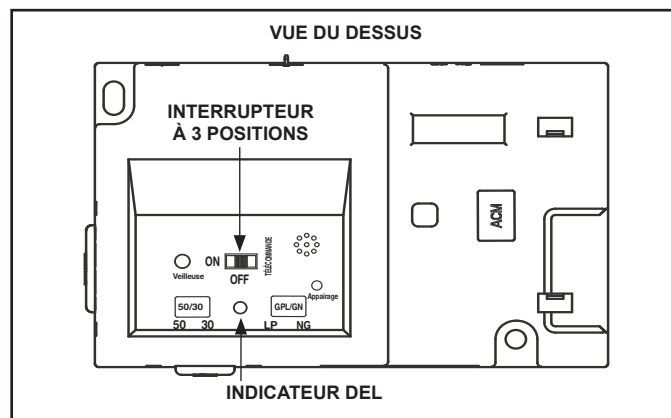

Figure 3.10 IFT-ECM
1. Le module de commande électronique (IFT-ECM) possède un commutateur de sélection à trois positions ON/OFF/REMOTE qui doit être réglé pour un bon fonctionnement. Voir la figure 3.10. Lorsque vous changez la position, il est important de faire une pause de 1 à 2 secondes dans chaque position.